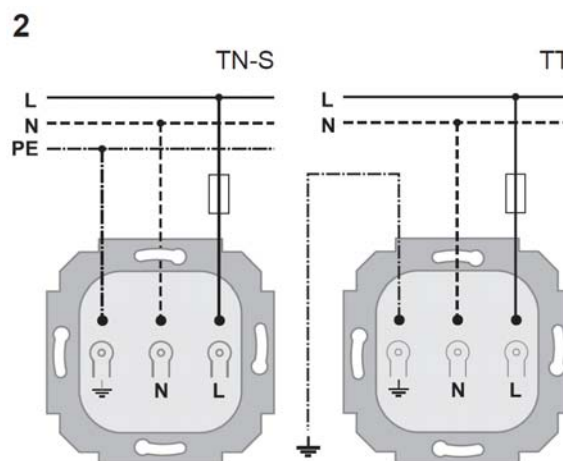

Figura 2
- Conectar el interruptor de protección FI (véase la figura 2).